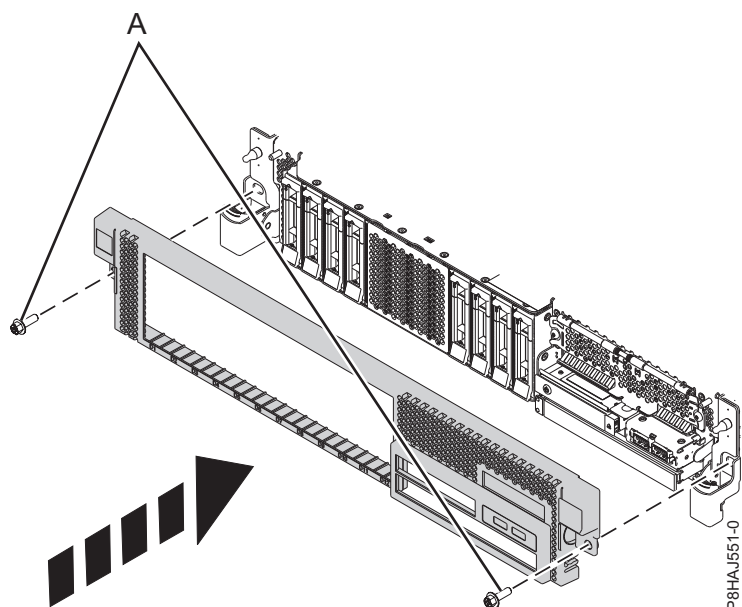

図 15. 前面カバーの取り付け
3. 38 ページの図 15 に示す方向にリリース・ラッチを押して、閉じます。 カチッという音がしてカバーが正しい位置に収まります。カバーにはより簡単につかむことができるくぼみがあります。
4. 配送用ねじ (A) を再取り付けします。